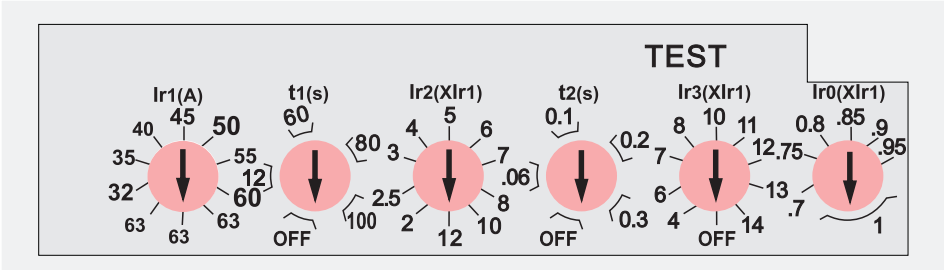
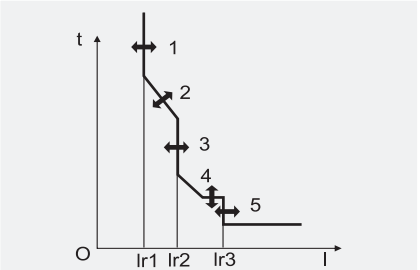

图4
图5
2. HSM2E-125, In=63A电子式脱扣器见图4、图5